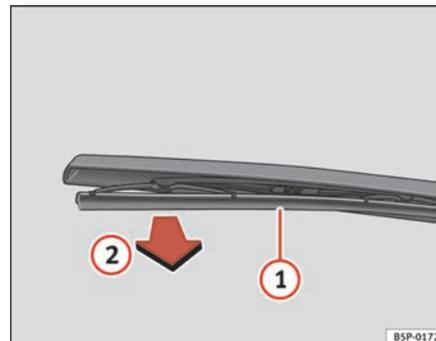

Fig. 169 Remplacement du balai d'essuie-glace arrière
⇒ fig. 169
- Déboîtez le balai ① et tirez dessus ② ⇒ fig. 169.